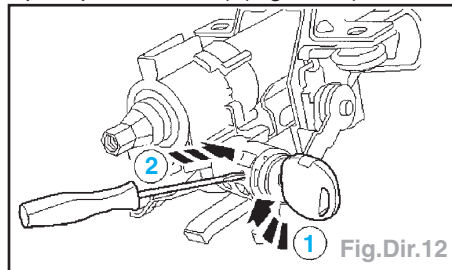

Fig.Dir.12
- Déposer le barillet de commutateur d'allumage (volant déposé sur l'illustration pour plus de clarté) (Fig.Dir.12) :